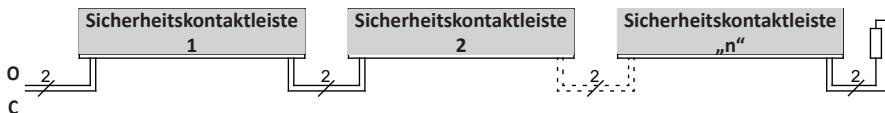

Bild 2: Verschaltung mehrerer Sicherheitskontakteisten
6.7 Anschluss von mehreren Sicherheitskontakteiste pro Signalgeberkreis (Bild 2)
An dem Signalgebereingang **O** bzw. **C** können ein oder mehrere Sicherheitskontakteisten angegeschlossen werden. Hierfür werden die einzelnen Sicherheitskontakteisten entsprechend Bild 2 in Serie geschaltet.